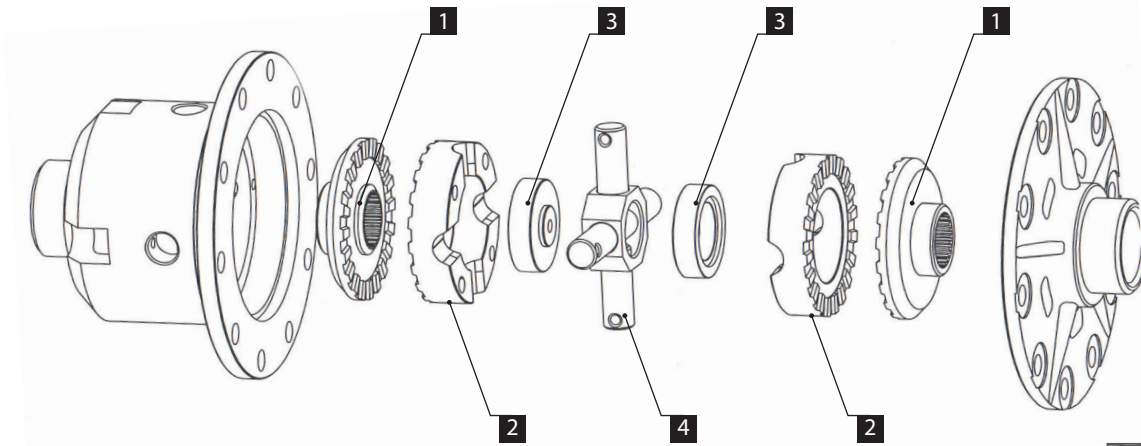

Рис. 3
6. Соберите блокировку в корпус дифференциала, соблюдая последовательность, изображенную на Рис.3.